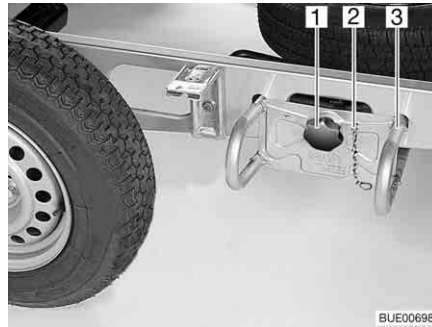

Fig. 234 Etrier de roue de secours
- Décrocher la chaîne de sécurité (Fig. 234,2).
- Desserrer et dévisser la poignée-étoile (Fig. 234,1).
- Sortir l'étrier de roue de secours (Fig. 234,3) d'environ 10 cm et le poser sur le sol.